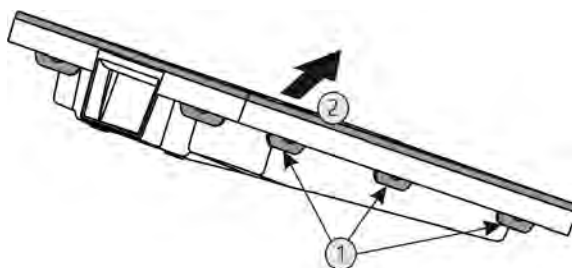

Fig. 41
- ▶ Последовательно нажать на все накладки Fig. 41 (1) и снять крышку Fig. 41 (2).